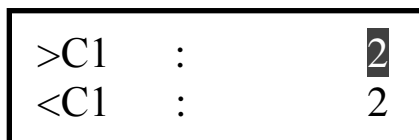

Рисунок 8 – Установка копий протокола
2.4.4.3 Для установки количества копий войдите в главное меню согласно 2.3.2, далее в главном меню выберите пункт «Устан» согласно 2.4.2, затем выберите пункт «Печатать копии» и нажмите кнопку ввода. На дисплее появится окно установки копий протокола (рисунок 8).